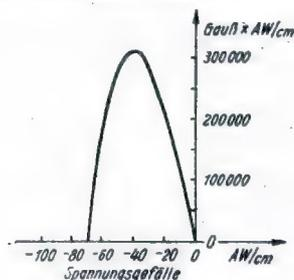

Bild 17
2. Beispiel: Für die Erzielung derselben Werte sei ein Wolframstahl vorgeföhren, dessen Kennlinie in Bild 1 niedergelegt ist. Wir vervielfachen die Werte der Felddichte mit den Werten des Spannungsgefälles und tragen die Produkte abhängig vom Spannungsgefälle auf. Aus der so erhaltenen Kennlinie (Bild 17) entnehmen wir als günstigste ein magnetisches Spannungsgefälle von rund 40 AW/cm. Dazu gehört eine Felddichte von 320.000 : 40 = 8000 Gauß. Zu 40 AW/cm und 1600 AW ergibt sich die Magnetstahl-Länge zu 1600 : 40 = 40 cm. Zu 8000 Gauß und 30.000 Feldlinien erhalten wir 30.000 : 800 = 3,75 cm².